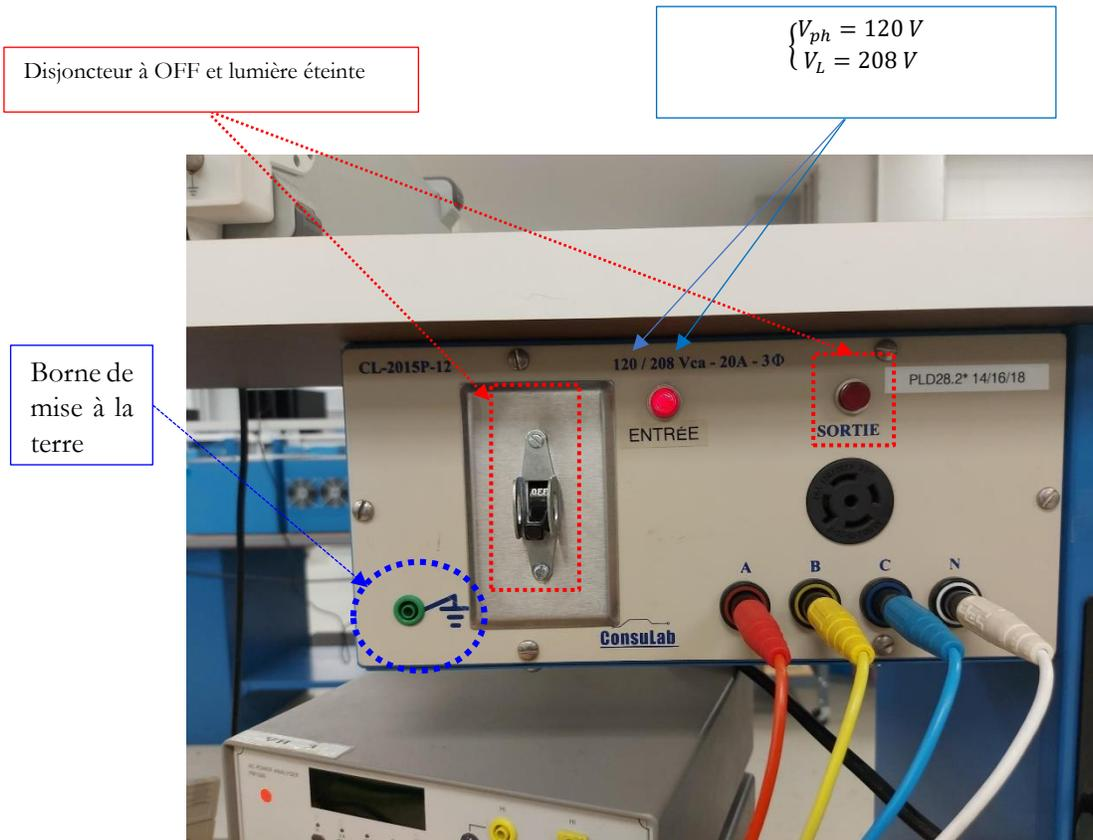

Figure 12. Source d'alimentation triphasée du lab A-236 lorsqu'elle est éteinte
- Le panneau d'alimentation est montré sur la **Figure 12**. On rappelle qu'il s'agit d'une alimentation triphasée avec les niveaux théoriques de tensions suivants :